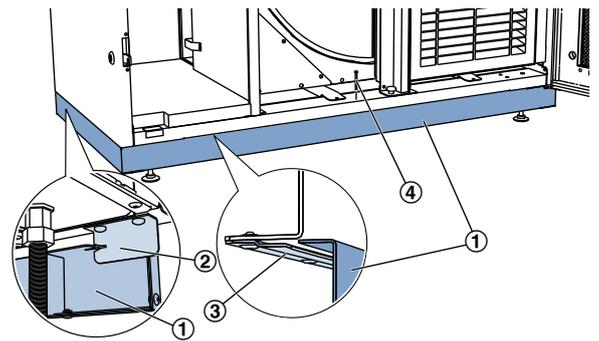

Abb. 21: Blenderrahmen unten
17. ▶ Zum Montieren des unteren Blenderrahmens ( Abb. 21 /1) die untere Revisionsstür öffnen. Von der Frontseite den Blenderrahmen auf die Aufnahmepunkte aufsetzen Klemmschienen ( Abb. 21 /3) , und Bleche ( Abb. 21 /2). Anschließend den Blenderrahmen in der Mitte mit der Schraube ( Abb. 21 /4) fixieren.